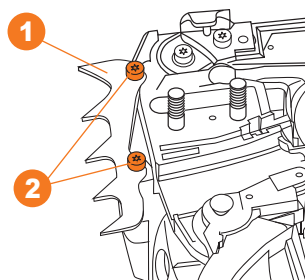

Рис. 5
- Установите зубчатый упор **1** на установочную площадку и закрепите его винтами **2** из комплекта поставки (Рис. 5).